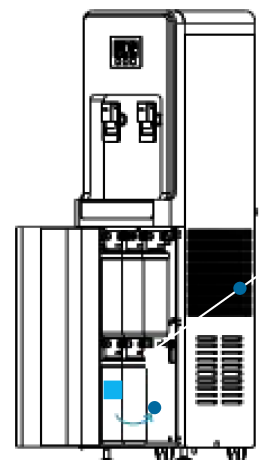

Figure 5 · Fixez le filtre en l'emboîtant et en le tournant, en suivant les flèches du filtre
5. Mettez le nouveau filtre à la place de l'ancien : poussez-le vers le haut et tournez-le dans le sens horaire pour le fixer (figure 5).